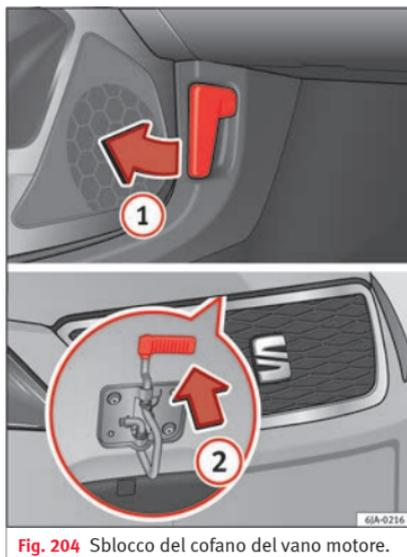

Fig. 204 Sblocco del cofano del vano motore.
- Tirare la leva ① » fig. 204 situata sotto il cruscotto nella direzione indicata dalla freccia.
- Tirare la leva di sicurezza nella direzione indicata dalla freccia ② » fig. 204, il cofano si sbloccherà.